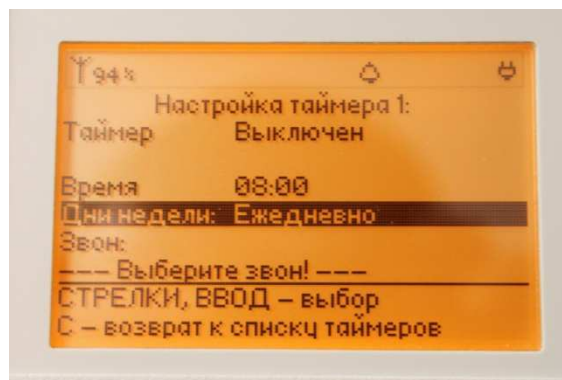

Рисунок 25.
6.2.5. При помощи клавиш со стрелками выберите пункт «Дни недели» (рис. 25).